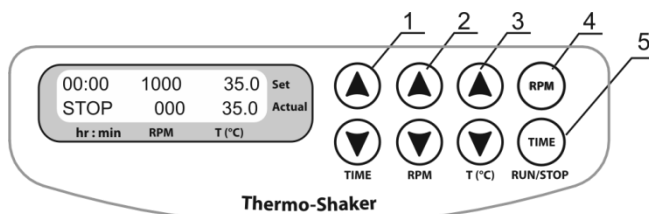
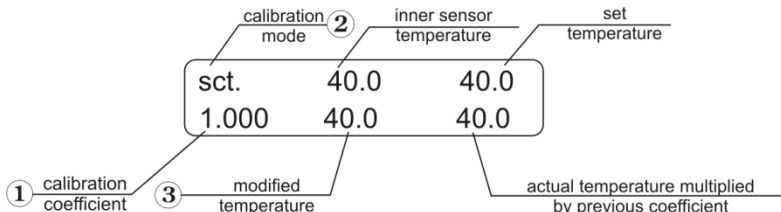

Abb. 3 Steuerung
Abb. 5 Steuerung im Kalibrierungsmodus
- 4.3. **Einstellung der Zeit (TIME).** Mit den Tasten ▲ und ▼ **TIME** (Zeit) (Abb. 3/1) können Sie das gewünschte Arbeitszeitintervall in Stunden und Minuten einstellen (Schrittweite 1 Min). Wenn Sie die Taste länger als 3 Sek gedrückt halten, wird die Schrittweite erhöht.
- 4.4. **Einstellung der Geschwindigkeit (RPM).** Mit den Tasten ▲ und ▼ **RMP** (Abb. 3/2) können Sie die gewünschte Geschwindigkeit einstellen (Schrittweite 10 rpm). Wenn Sie die Taste länger als 3 Sek gedrückt halten, wird die Schrittweite erhöht.
- 4.5. **Einstellung der Temperatur (T °C).** Mit den Tasten ▲ und ▼ T °C (Abb. 3/3) stellen Sie die gewünschte Temperatur ein (Schrittweite 0,1 °C). Wenn Sie die Taste länger als 3 Sek gedrückt halten, wird die Schrittweite erhöht.
- 4.7. Drücken Sie die Taste **RPM-RUN/STOP** (RPM-Laufen/Stop) (Abb. 3/4). Der Thermoblock beginnt zu rotieren und der Timer beginnt, das eingestellte Zeitintervall herunter zu zählen (mit 1 Min Präzision).
- 4.10. Erforderlichenfalls können Sie den Timer neu starten, während er läuft. Drücken Sie die Taste **TIME-RUN/STOP** (Zeit-Laufen/Stop) einmal (Abb. 3/5), um den Timer zu stoppen. Drücken Sie die Taste **TIME-RUN/STOP** (Zeit-Laufen/Stop) erneut, um den Timer neu zu starten.
- 5.2. Um den Kalibrierungskoeffizienten einzugeben, halten Sie die Taste **TIME-RUN/STOP** (Zeit-Laufen/Stop) (Abb. 3/5) länger als 8 s gedrückt, um den Kalibrierungsmodus zu aktivieren. Der Kalibrierungskoeffizient erscheint auf dem Display (Abb. 5/1).
- 5.3. Stellen Sie den Wert 1.000 mithilfe der Tasten ▲ und ▼ **RPM** ein (Abb. 3/3), um die Werkseinstellungen wiederherzustellen, wie in Abb. 5/1 zu sehen ist.
- 5.9. Halten Sie die Taste **TIME-RUN/STOP** (Zeit-Laufen/Stop) (Abb. 3/5) länger als 8 Sek gedrückt, um den Kalibrierungsmodus zu aktivieren. Folgende Parameter erscheinen auf dem Display (Abb. 5):
Ändern Sie mit den Tasten **Temp** ▲ und ▼ (Abb. 3/3) den Kalibrierungskoeffizienten (Abb. 6A/1) so, dass der neue Temperaturwert (Abb. 6A/2) der Temperatur des autonomen Sensors entspricht. In unserem Beispiel beträgt der Kalibrierungskoeffizient 0,974 (im Bereich: 0,936 bis 1,063; Schrittweite 0,001).
- 5.11. Drücken Sie nach Abschluss der Kalibrierung einmal die Taste **RPM-RUN/STOP** (RPM-Laufen/Stop) (Abb. 3/4), um die Änderungen zu speichern und den Kalibriemodus zu verlassen.